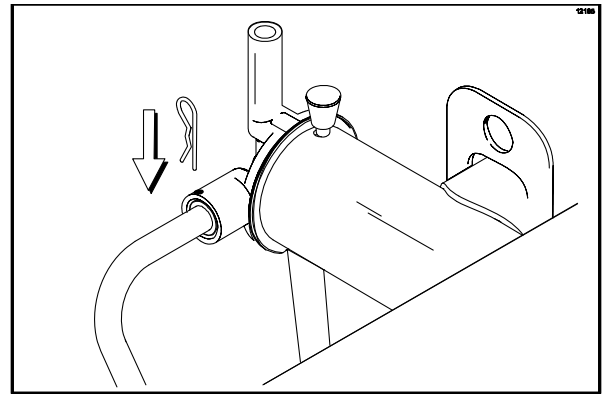

Figure 64
**Installer le bout de la pompe du tube d'admission de mélange et le fixer au moyen de la tige de retenue.** Le manquement à cette consigne pourrait provoquer un éclaboussement de l'aseptisant sur l'utilisateur (Cf. Figure 64).